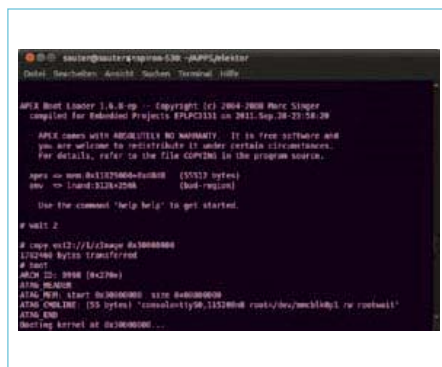

Bild 7. Bootloader APEX.
- Die Firmware (Bootloader APEX) initialisiert das externe SDRAM und kopiert den Kernel von der SD-Karte in das SDRAM (Bild 7).